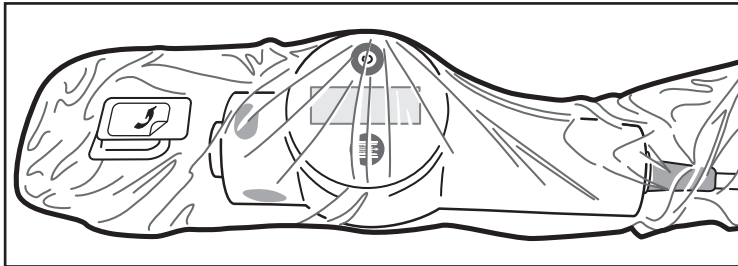

Abbildung 6. Positionieren des Beutels
7. Um den Beutel zu positionieren, wird die MDU5 PLUS Motorantriebseinheit nur so weit in den Beutel vorgeschoben, bis sie fest anliegt. Die sterile Person muss die MDU5 PLUS Motorantriebseinheit nicht ganz bis zur Frontplatte am Beutel vorschieben. Es ist normal, dass zwischen dem vorderen Ende der MDU5 PLUS Motorantriebseinheit und der Frontplatte am Beutel etwas Platz verbleibt (Abbildung 6).